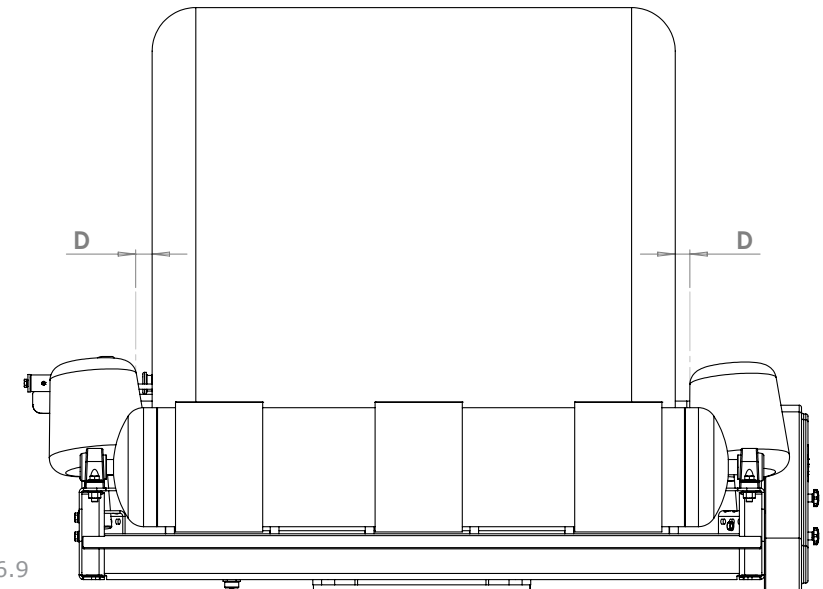

Abb. 6.9
Zur Stabilisierung der Ballen während des Wickelzyklus können die Stützrollen auf unterschiedliche Ballengrößen eingestellt werden. Es ist wichtig, dass die Stützrollen so eingestellt werden, dass sich die Ballen in der Mitte des Drehtisches befinden. Wenn der Ballen sich auf dem Tisch befindet (siehe Abb. 6.9) sollte der Abstand zwischen den beiden Endkanten des Ballens und den Stützrollen (D) < 50 mm betragen.